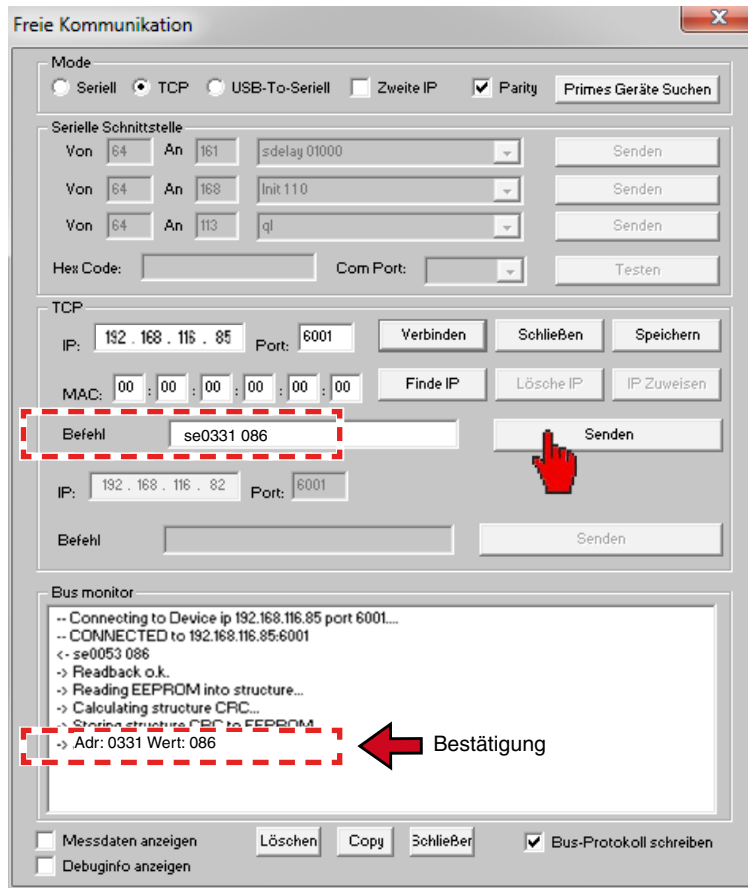

Abb. 10.7: Ändern der IP-Adresse im Menü **Freie Kommunikation**
8. Klicken Sie auf **Senden** und warten Sie die Bestätigung im Busmonitor ab (in Abb. 10.7 „-> Adr:0331 Wert: 086“)